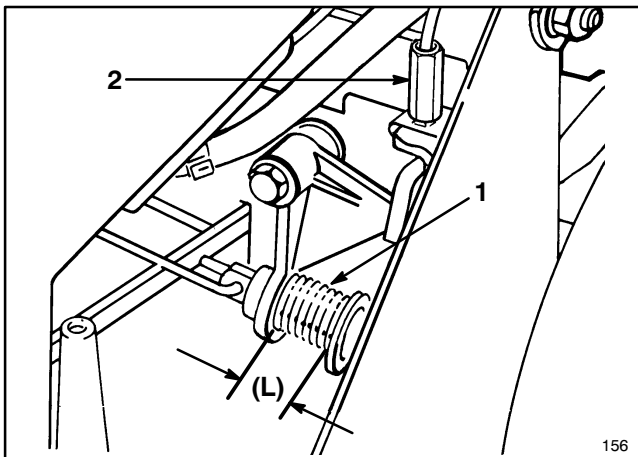

Abbildung 31
3. Den Antriebshebel nach unten und anschließend gegen den Gestängegriff nach oben drücken. Während der Antriebshebel am Gestängegriff anliegt, die Federlänge (L) vorne an der Feder messen, wie in Abbildung 31 gezeigt.
5. Zur Nachjustierung die Kunststoffhülse am Messerbremskabel (Abb. 31) solange drehen, bis die Federlänge 2,5 cm beträgt. Sie darf nicht weniger als 2,5 cm betragen. (Siehe nachfolgenden Hinweis.)
4. Schmutz und Ablagerungen, die sich hinter der Abschirmplatte angesammelt haben, entfernen (Abb. 31).